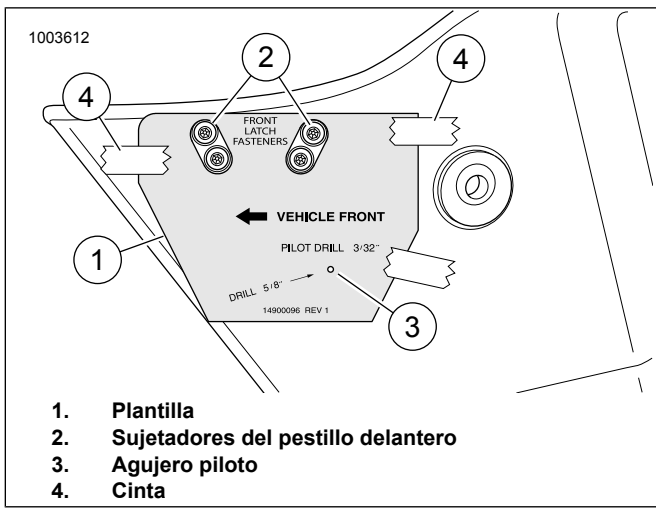

Figura 1. Plantilla y alforja
1. Consulte la Figura 1. Coloque la plantilla (1) en el frente exterior de la alforja. Los agujeros ovalados de la plantilla encajan sobre los sujetadores del pestillo delantero (2). Asegure la plantilla con cinta (4).
2. Haga un agujero piloto (3) de 2,38 mm (3/32 pulg.).